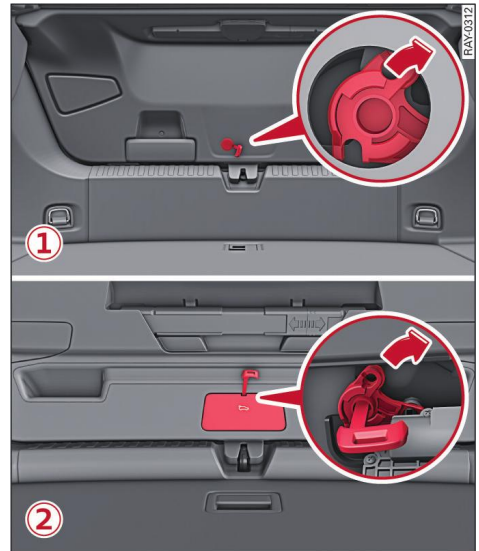

Fig. 30 Portón del maletero, lado interior: Acceso al desbloqueo de emergencia ① berlina, ② Sportback
- ▶ Válido para: berlina: saque la cubierta que hay en el guarnecido del portón del maletero haciendo palanca con la llave de emergencia ① ⇒ *fig. 30*.
- ▶ Válido para: Sportback: saque la cubierta que hay en el guarnecido del portón del maletero haciendo palanca con la llave de emergencia ② ⇒ *fig. 30*.